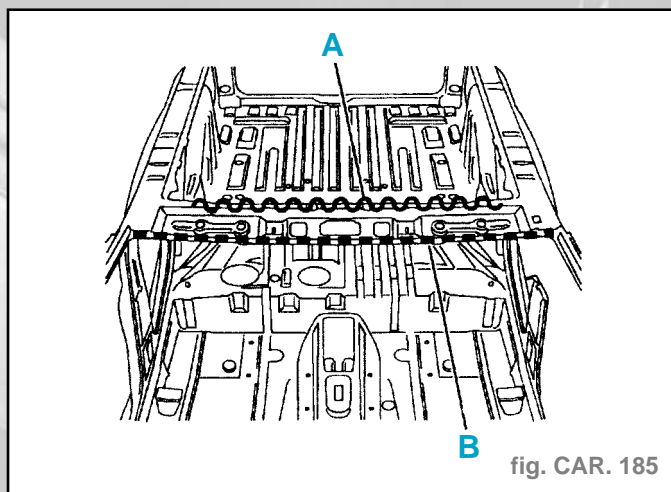

fig. CAR. 185
- Appliquer une colle de calage structurale; suivant (A) (fig. CAR. 185).